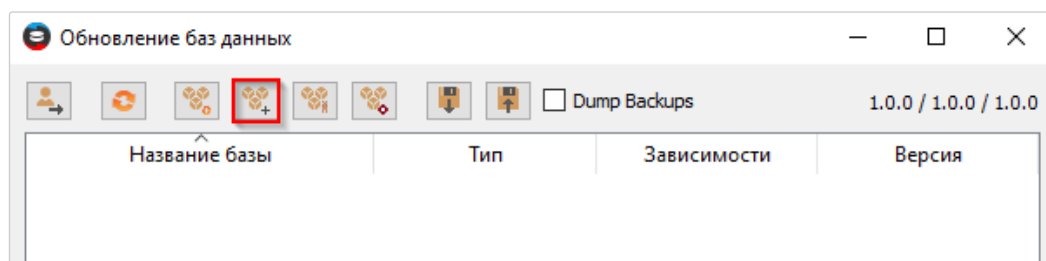

Рисунок 14. Функция по созданию баз данных
- а) нажать на кнопку «Создание базы» в панели управления (см. рисунок 14);